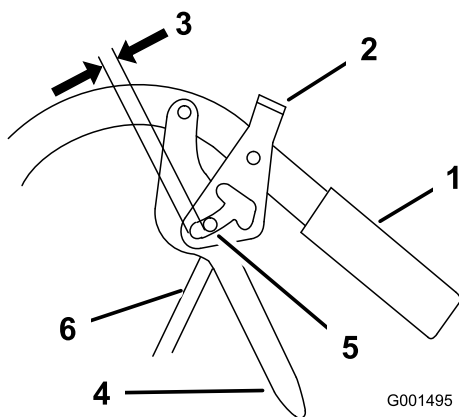

Figure 45
2. Ajustez la longueur de la tige de commande en visant ou dévissant la tige pour obtenir un écartement de 5 à 6 mm (3/16 à 1/4") entre la tige et le bas du verrou de point mort/frein de stationnement (Figure 45).
3. Montez la tige de commande sur le levier de déplacement et le verrou de point mort/frein de stationnement. Fixez la tige avec un axe de chape et une goupille fendue (Figure 45).